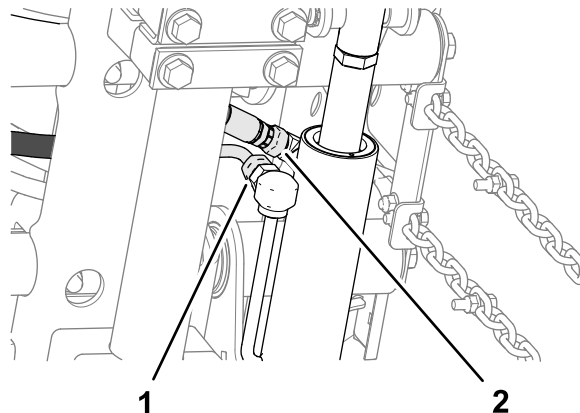

Figura 16
2. Allineate un distanziale tra la piastra portante e la piastra di montaggio (**Figura 16**) e assemblate senza serrare le piastre e il distanziale con un bullone a testa tonda ( $\frac{3}{8}$ " x  $1\frac{1}{4}$ ") e un dado di bloccaggio flangiato ( $\frac{3}{8}$ ").